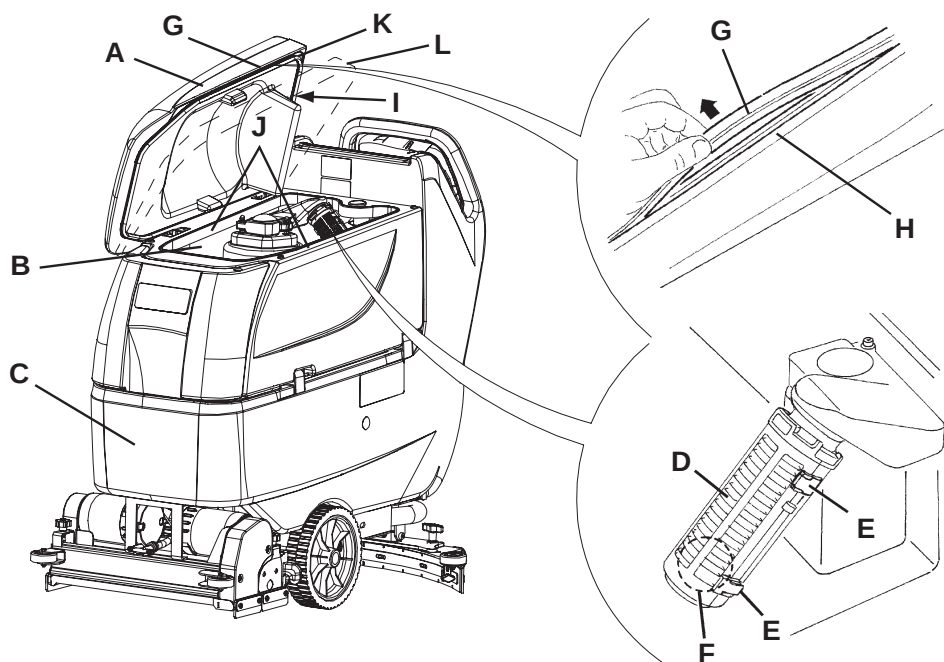

Figure 7
2. Positionner la clé de contact (80) sur "0".
3. Ouvrir le couvercle (A, Fig. 7) et le porter dans la position de lavage (L).
4. Nettoyer et laver à l'eau propre le couvercle (A), les réservoirs (B et C) et la grille d'aspiration avec fermeture automatique à flotteur (D).